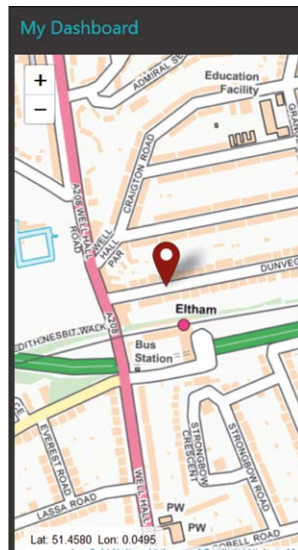

Figure 11.24 Votre position affichée sur la carte
- Vous devriez voir votre position marquée sur la carte comme indiqué à la figure 11.24. Notez que la carte est ici agrandie pour montrer le niveau de la rue.